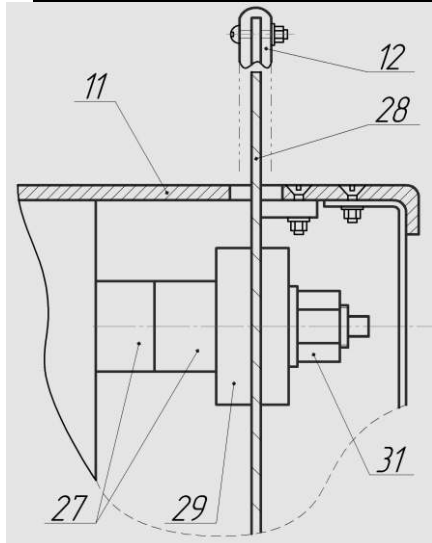
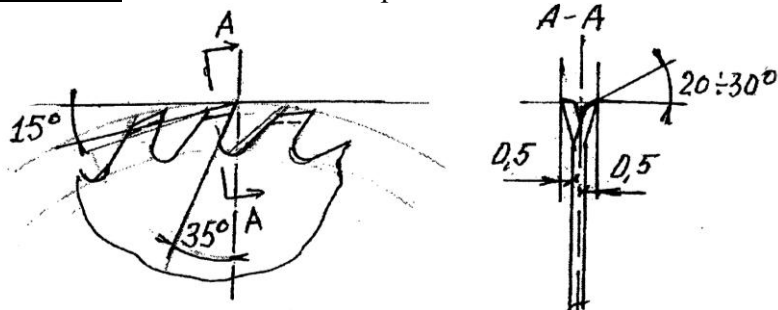

Рис. 3
Рис. 4
Операции, выполняемые на станке, показаны на Рис.3÷12. Стрелками указано направление движения режущего инструмента и подача. Оператор всегда должен находиться со стороны подачи, слева или справа от станка в стороне от режущего инструмента.
- **Рис.3** - Застопорив деревянным бруском строгальный вал, открутить гайку (31) крепления шайб и втулок на конце вала;
- Установить на вал две втулки (27), шайбу пилы (29), пильный диск (28) между шайбой (29), плоскую зажимную шайбу на диаметр Ø24, плоскую шайбу на диаметр Ø16 и зажать весь пакет гайкой крепления (31) на конце вала;
**Внимание!:** Пила должна быть разведена и заточена - см. Рис.4;